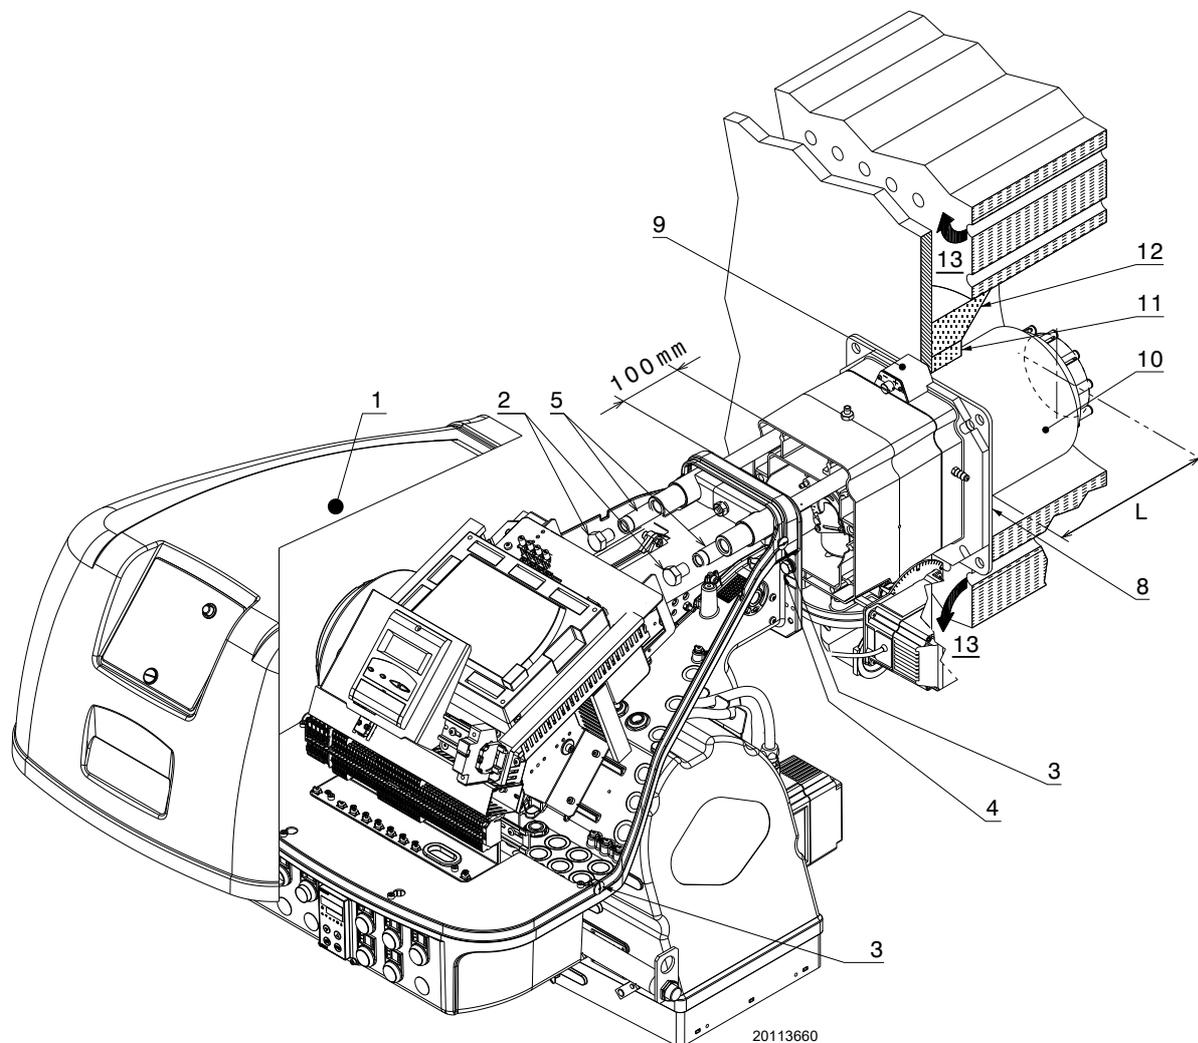

Fig. 16
Per le caldaie con giro dei fumi anteriore 13)(Fig. 16), o con camera ad inversione di fiamma, eseguire una protezione in materiale refrattario 11), tra refrattario caldaia 12) e boccaglio 10).
Per le caldaie con il frontale raffreddato ad acqua non è necessario il rivestimento refrattario 11)-12)(Fig. 16), se non vi è espressa richiesta del costruttore della caldaia.
Separare la testa di combustione dal resto del bruciatore, come in Fig. 16; procedere come segue:
- rimontare il bruciatore sulle guide 3) a circa 100 mm dal manicotto 4) - bruciatore nella posizione illustrata in Fig. 16;